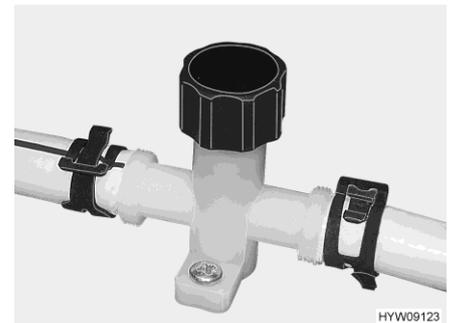

Fig. 139 Robinet de vidange (conduite d'eau)
- Fermer les robinets de vidange (Fig. 139). Pour ce faire, fermer le capuchon concerné dans le sens des aiguilles d'une montre. L'emplacement de la valve de sécurité et de vidange et des robinets de vidange est présenté au paragraphe 10.7 à la fin de ce chapitre.